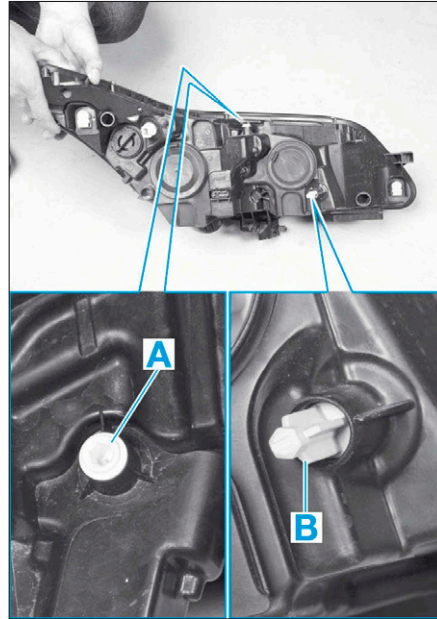

FIG. 9
- Procéder aux réglages des optiques en agissant sur les vis (A) et (B) (Fig.9).